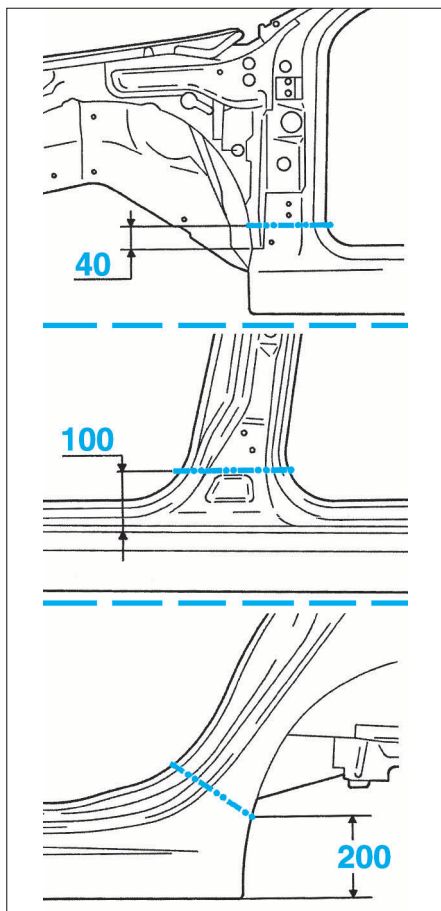

FIG. 54
- Tracer, puis découper à l'aide d'une meule assiette (Fig.54).